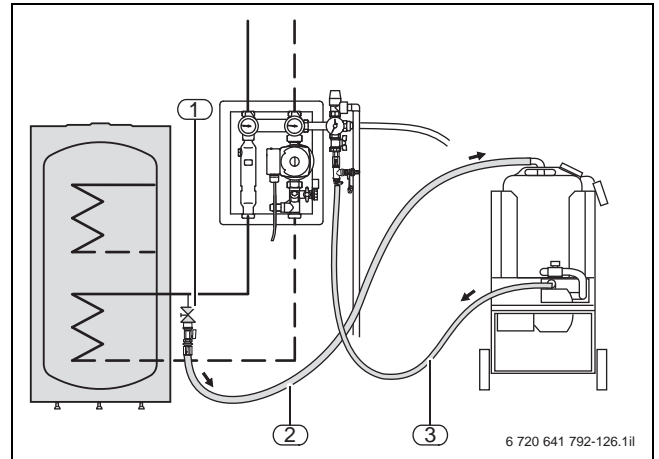

Bild 147 Spülen eines Standardsystems mit einem Speicher Logalux SM, SMS, SMH, P750 S oder PNR(Z)
- ▶ In der Rohrleitung zum Wärmetauscher in der Nähe des Speichers bauseits ein Füll- und Entleerhahn installieren (→ Bild 147).